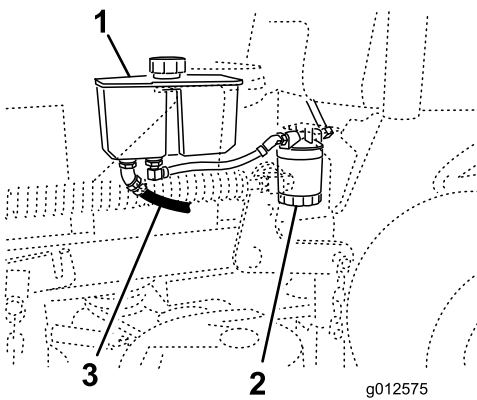

Figure 72
4. Trouvez le flexible hydraulique avant sous le réservoir hydraulique et placez le bac de vidange sous le réservoir (Figure 72).